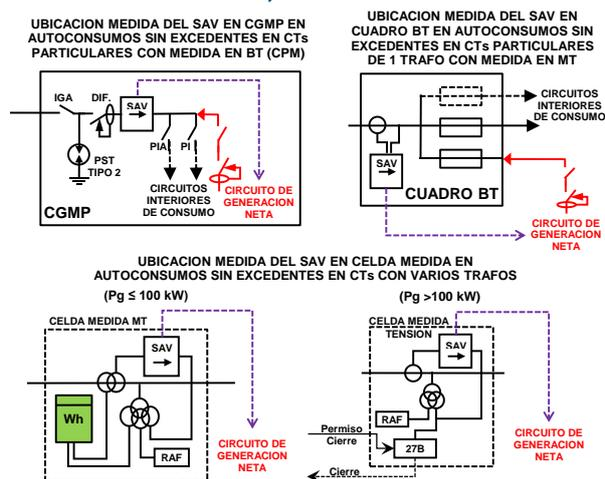

Figura 2. Ubicación preferente de la medida del SAV.
- En todos los Autoconsumos “Sin Excedentes” en los que es obligatorio instalar un Sistema Anti-Vertido (SAV), la medida física que es necesario realizar para el correcto funcionamiento de dicho SAV se instalará preferentemente aguas arriba del punto de interconexión entre las instalaciones de generación y las de consumo, bien en BT: en el CGMP (si la medida se realiza en una CPM) o en el Cuadro BT (si la medida se realiza en MT), o bien en una Celda de Medida en MT (si la instalación está conformada por varios Transformadores), tal como se indica en la **Figura 2**: